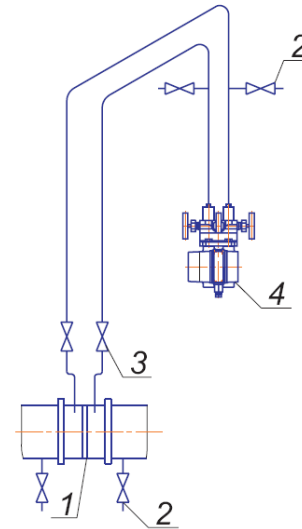

Рисунок 3.3
3.2.4.1. Датчики ЭЛЕМЕР-100 рекомендуется устанавливать в положении указанном в приложении Б. Датчики ЭЛЕМЕР-100-ДИ (модели 1111М, 1112), ЭЛЕМЕР-100-ДВ (модели 1211М, 1212, 1212Е), ЭЛЕМЕР-100-ДИВ (модели 1311М, 1311МЕ, 1312) рекомендуется устанавливать присоединительными отверстиями вверх или вниз. В зависимости от параметров контролируемой среды, условий отбора давления, датчики ЭЛЕМЕР-100-ДД устанавливаются в соответствии с рис. 3.3 - 3.6. Следует учитывать, что ориентация датчиков, особенно с верхним пределом измерений  $\pm 0,04$  кПа –  $\pm 2,5$  кПа, может вызвать смещение и необходимость подстройки начального сигнала на величину, зависящую от действующих сил, чувствительности преобразователя и его наклона. При выборе места установки датчика необходимо учитывать следующее: